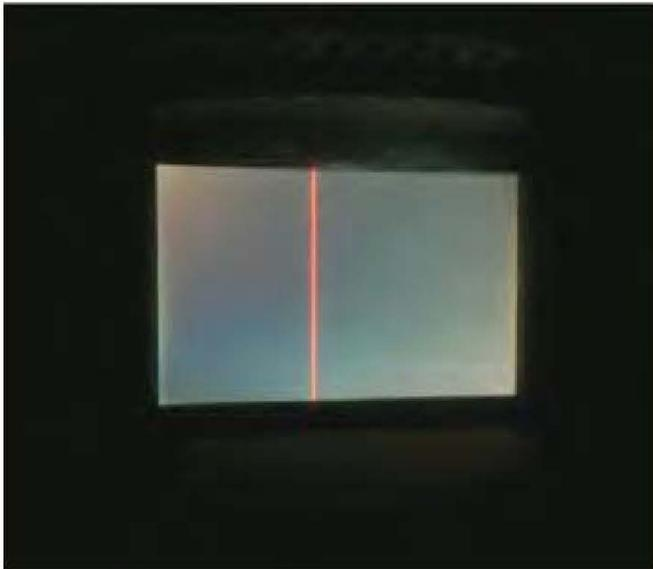

图1 CID显示
- 1). 接车检查时, 车辆的中央信息显示屏正处于黑屏状态, 收音机可以正常播放音频。关闭点火开关, 稍等片刻, 再次打开点火开关和 CID, CID 开始处于花屏状态, 并不停地闪烁, 过一会儿变成黑屏状态, 如图 1 所示。